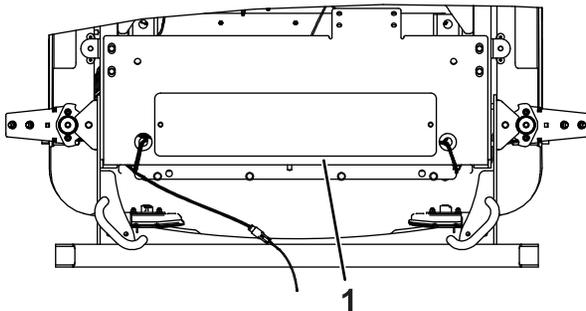

Figura 8
1. Retire la cubierta debajo del parachoques trasero (Figura 8).